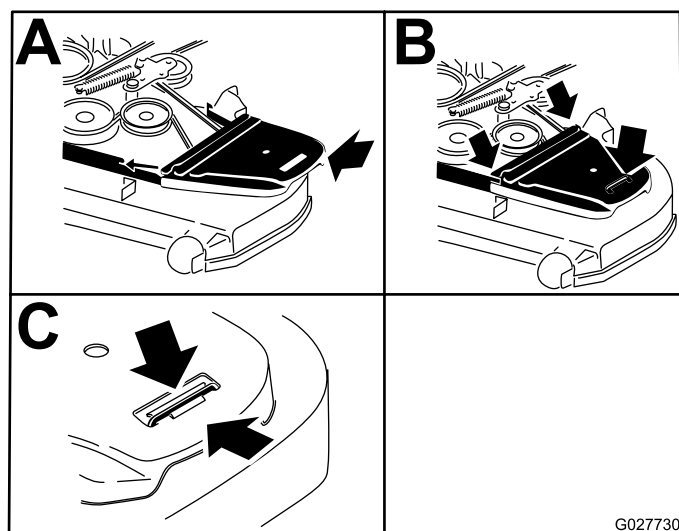

Figura 61
15. Instale las cubiertas de la correa (Figura 61).